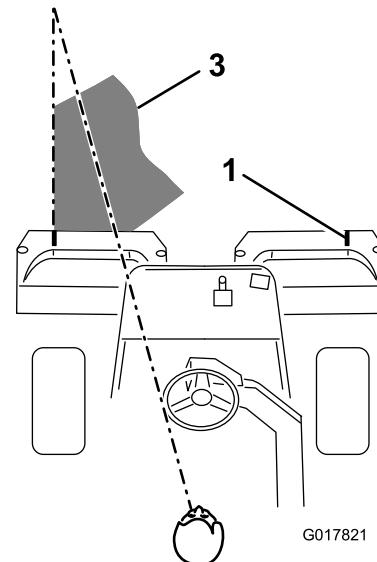

図 39
1.8 から 3 m のところに視線を置いて、刈り込み済みの済んでいる列にラインを合わせるようにするのがコツです(図 39)。ハンドルを目印にして距離を合わせても良いでしょう。その場合、ハンドルの縁と本機前方の目標ラインとを重ねて見ながら運転します(図 39)。